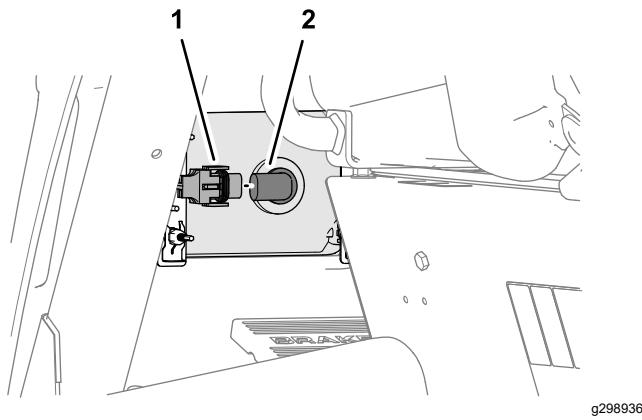

Figura 142
6. Monte o conector do farol da cablagem da máquina ao conector da lâmpada do farol (Figura 142).